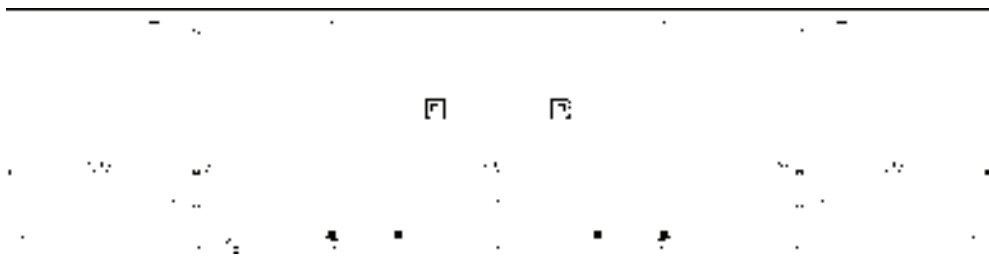

图 15-109 绘制并偏移矩形
6) 绘制屋顶造型。调用“矩形”命令、“偏移”命令, 绘制矩形并向内偏移矩形; 调用“修剪”命令, 修剪线段, 操作结果如图 15-109 所示。